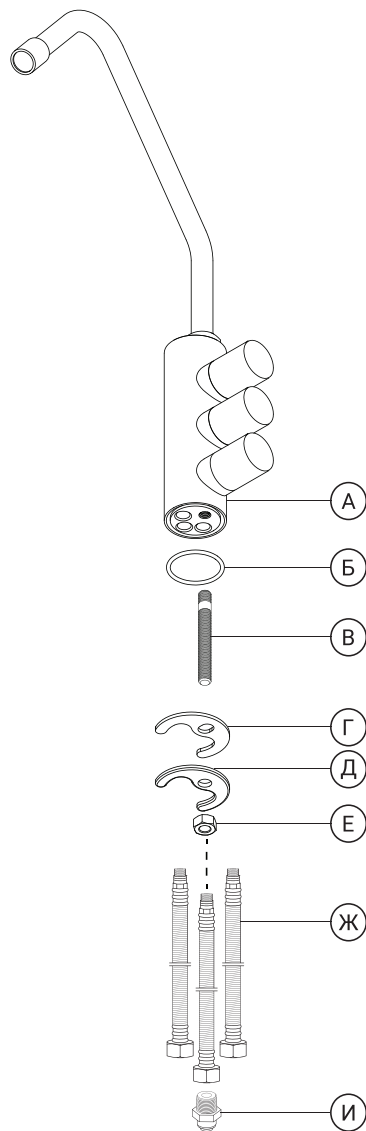

Рис. 3
1. В нижнюю часть корпуса смесителя (А) установите, уплотнительное кольцо круглого сечения (Б) (рис.3).
2. Вкрутите до упора в корпус смесителя (А) резьбовую направляющую (В) (рис.3).
4. С нижней стороны наденьте на резьбовую направляющую (В) уплотнительную прокладку (Г), металлическую шайбу (Д) и накрутите крепежную гайку (Е) до упора (рис. 3).
6. Подключите трубку идущую от фильтра к гибкой подводке смесителя, используя переходник резьба-трубка (И) (рис. 3).